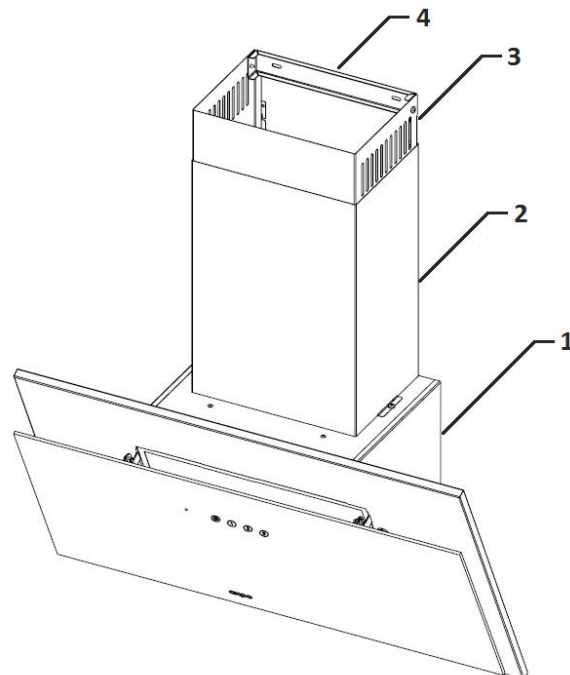

Рис. 1
## КОМПЛЕКТУЮЩИЕ ДЛЯ СБОРКИ (рис. 1)
5. Сделайте отверстия в помеченных местах с помощью сверла, соответствующего диаметром прилагаемым дюбелям с шурупами (5) (рис. 1).
1. На прикрепленную к стене вытяжку установите декоративные короба (2) и (3) (рис. 1).
2. Выдвиньте верхний короб (3) (рис.1) на нужную высоту.
3. Отметьте на стене расположение отверстий, находящихся в верхнем коробе (3), для точной установки монтажной ленты (4) (рис. 1).
4. На выбранной высоте приложите к стене ленту (4) (рис.1) и отметьте отверстия для монтажа.
5. Просверлите отверстия в стене, используя сверло, диаметр которого соответствует прилагаемым дюбелям (6) (рис.1). Установите монтажную ленту (4) (рис.1) на стене, на отмеченной высоте.